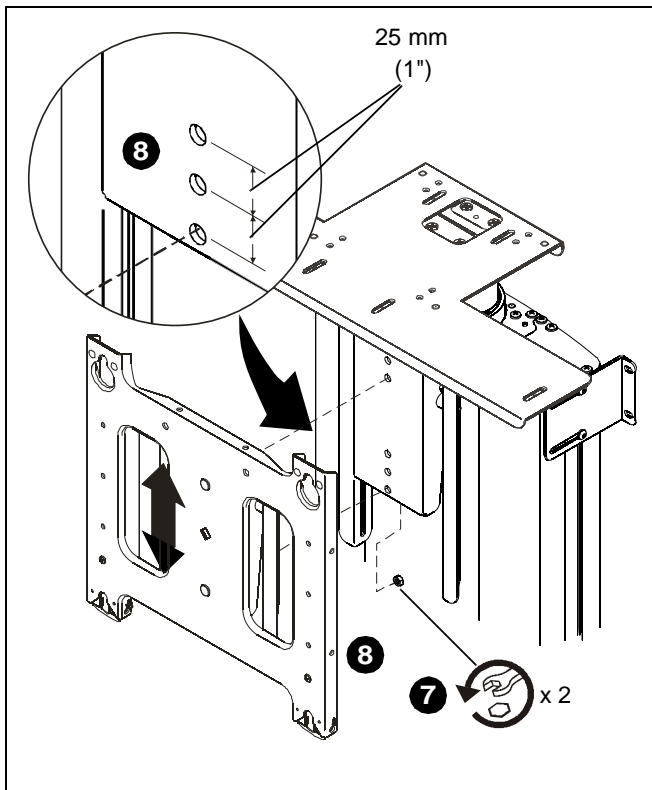

Figura 4
7. Quite las dos tuercas de seguridad que sujetan la placa frontal a su soporte de sujeción. (Consulte la Figura 4).
8. Suba la placa frontal un orificio para ajustar la posición 25,4 mm (1 pulgada) o dos orificios para ajustar la posición 50,8 mm (2 pulgadas). (Consulte la Figura 4).